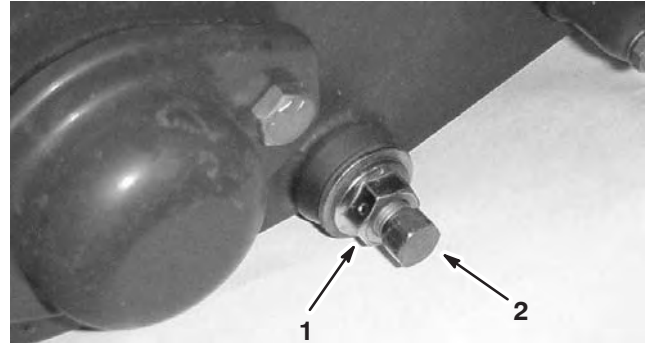

Bild 48
3. Lösen Sie an jeder Seite der Maschine die Klemmmutter, mit der die Schraube des Untermesserträgers befestigt ist (Bild 48).
4. Nehmen Sie jede Schraube des Untermesserträgers ab, damit der Untermesserträger nach unten gezogen und von der Maschine entfernt werden kann. Bewahren Sie die beiden Nylon- und die beiden Scheiben aus gestanzten Stahl an jedem Ende des Untermesserträgers auf (Bild 48).